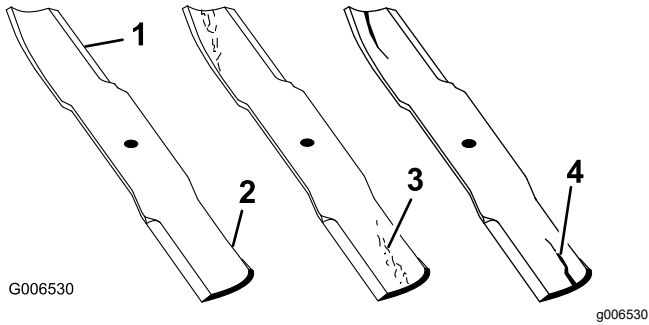

Figure 77
1. Examinez le tranchant des lames (Figure 77).
- Remplacez immédiatement toute lame fendue, usée ou qui présente une entaille sur cette partie (Figure 77).